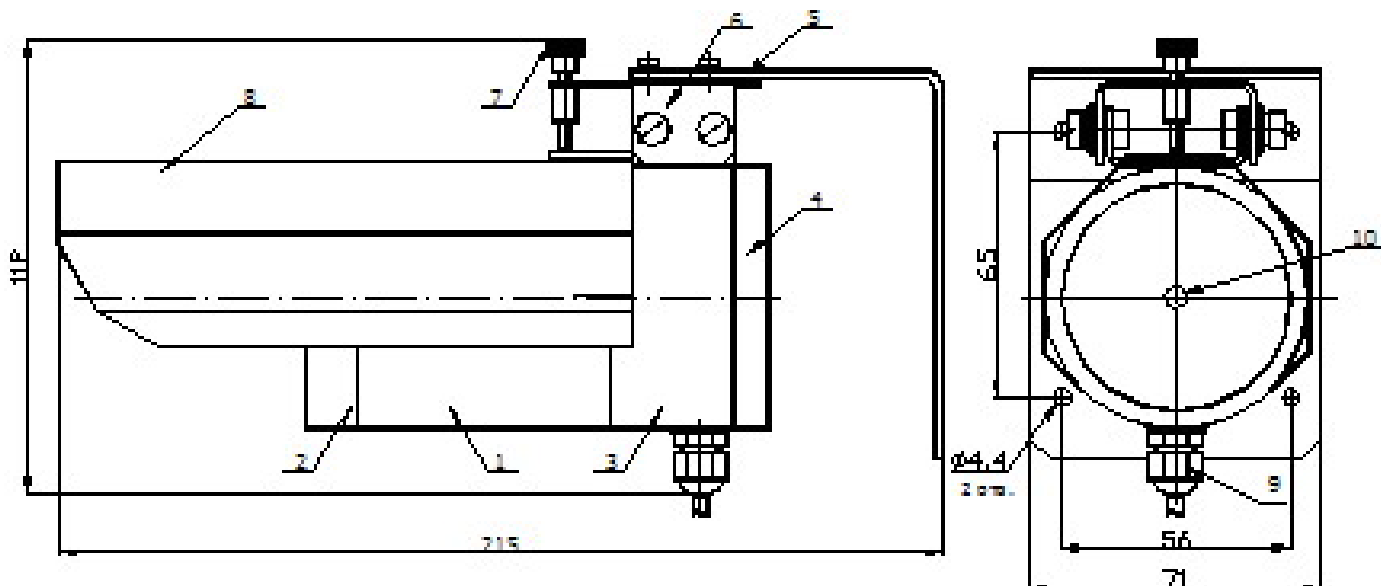

Рис. 1.2 Общий вид извещателя
1.4.1 Общий вид извещателя приведен на рис. 1.2. Конструктивно извещатель выполнен из круглого корпуса (1) с козырьком (8), закрепленных на кронштейне (6) и угольнике (5), обеспечивающем возможность установки на стене, балке, опоре, заборе и т. д. Крепление угольника производится с помощью четырех шурупов. В данной конструкции юстировочный винт (7) отсутствует.